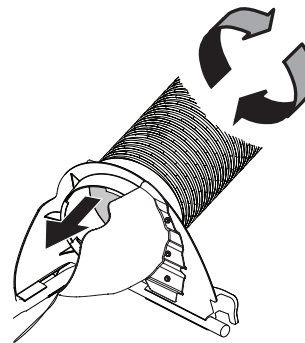

Figura 23
1. Enrosque el extremo superior de la manguera (764-05082) firmemente en el soporte del canal superior. Hay dos lengüetas en la parte interior baja del soporte del canal superior que permiten un enrosque seguro. Consulte la Figura 23.